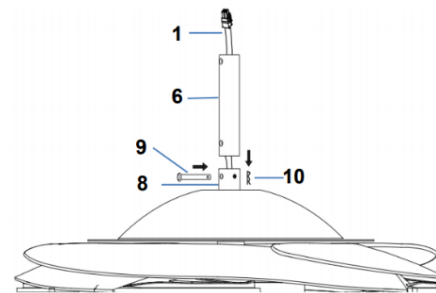

Abb. 4.3
3. Führen Sie die Ventilatordrähte (1) vorsichtig durch die Deckenstange (6) nach oben. (Abb. 4.3)
4. Stecken Sie die Deckenstange (6) in das Verbindungsstück der Deckenstange (8), indem Sie die Schraublöcher im Verbindungsstück der Deckenstange an den Schraublöchern der Deckenstange ausrichten, schieben Sie den Kupplungsstift (9) in die Löcher und fixieren Sie ihn mit dem Sicherungsstift (10). (Abb. 4.3)